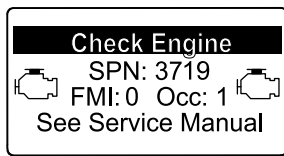

Figura 49
- Advertencia del motor SPN 3719, FMI 0 (Figura 49)